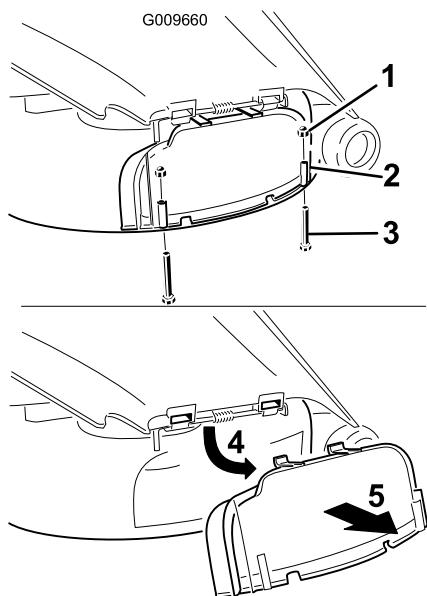

Figura 25
- Rimuovete i due 2 bulloni e dadi che fissano il coperchio dello scarico al tosaerba (Figura 25).